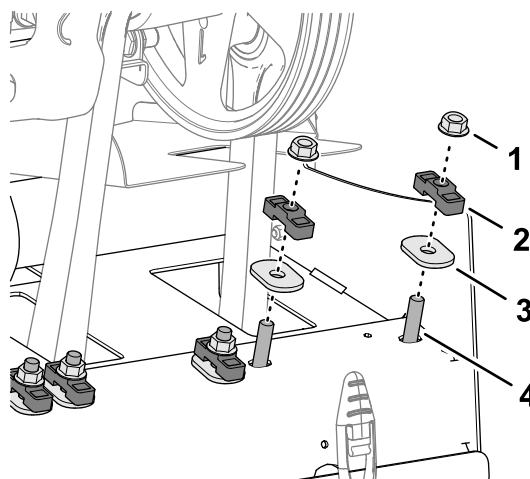

**Figura 121**
1. Rimuovete i 2 dadi di bloccaggio che fissano l'albero dell'ammortizzatore Roto-Link al telaio posteriore della macchina (Figura 121).